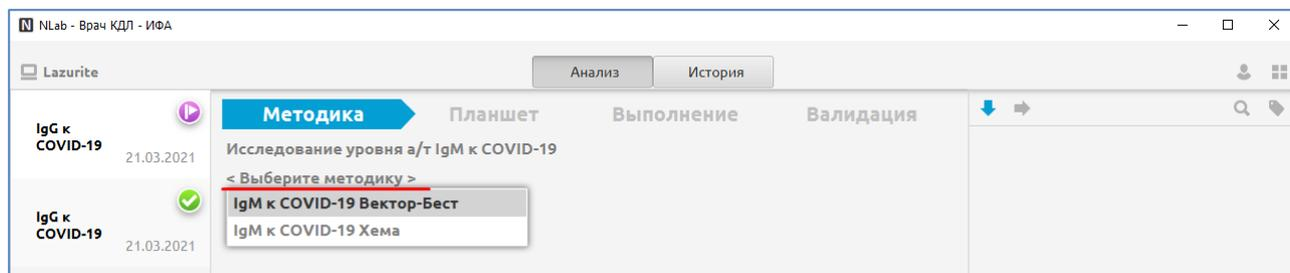

Рис. 85
2. Нажмите надпись «Выберите методику» (Рис. 85), в появившемся списке выберите методику.